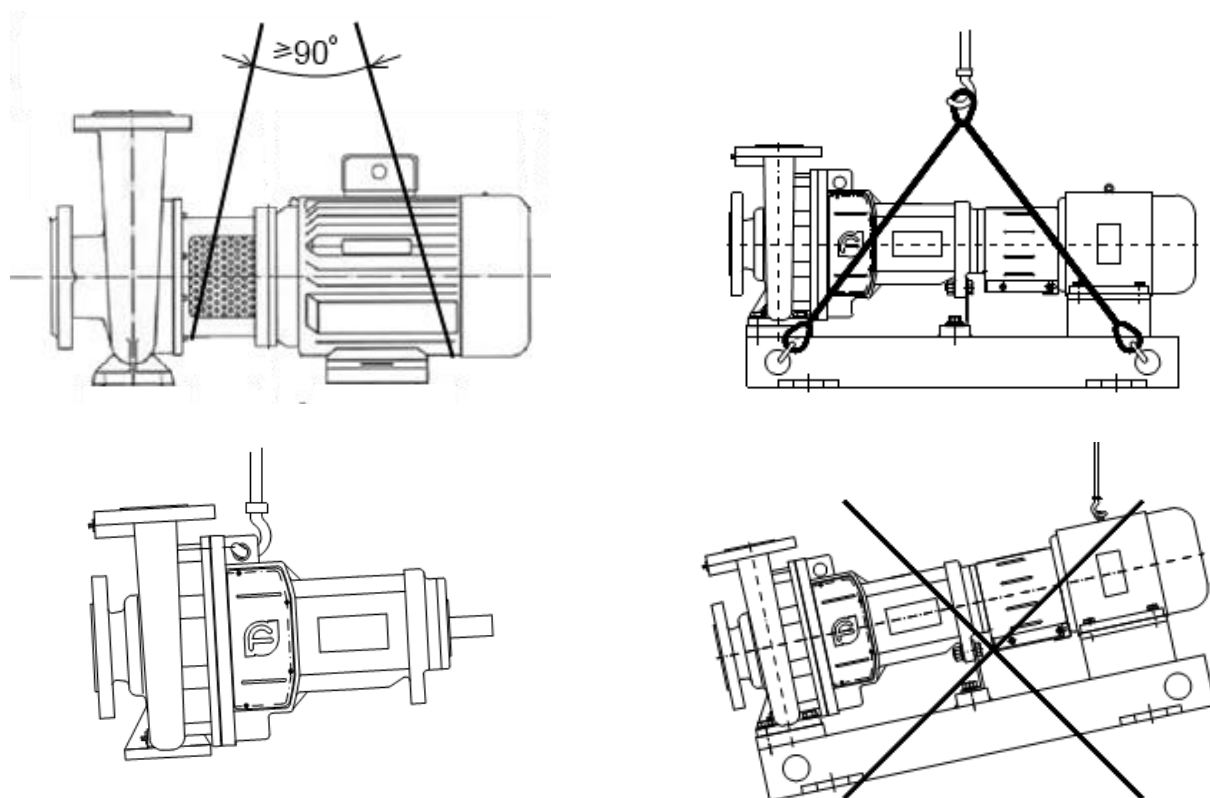

Рисунок 1 – Схема строповки агрегата насосного NES/NESO
ЗАПРЕЩАЕТСЯ ПОДНИМАТЬ АГРЕГАТ ЭЛЕКТРОНАСОСНЫЙ NES/NESO ЗА МЕСТА, НЕ ПРЕДУСМОТРЕННЫЕ СХЕМОЙ СТРОПОВКИ (см. Рисунок 1)!!!
- установить агрегат насосный на заранее подготовленный цементный фундамент (схему строповки см. Рисунок 1);